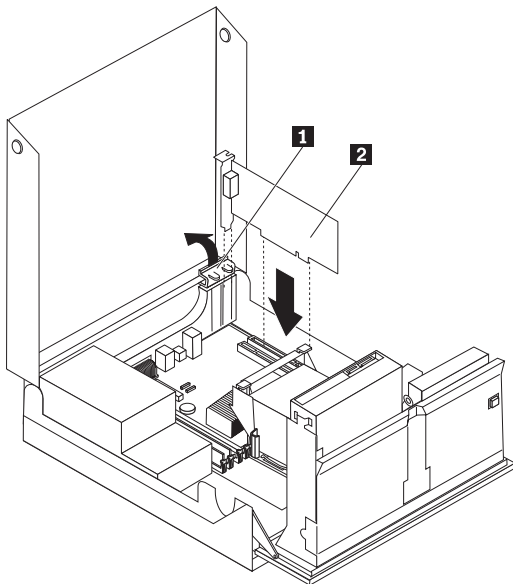

Рисунок 7. Установка платы контроллера
2. Придерживая заднюю часть рамы, переведите фиксатор контроллеров **1** в открытое положение. Снимите все установленные контроллеры **2**. Смотрите рис. 7.